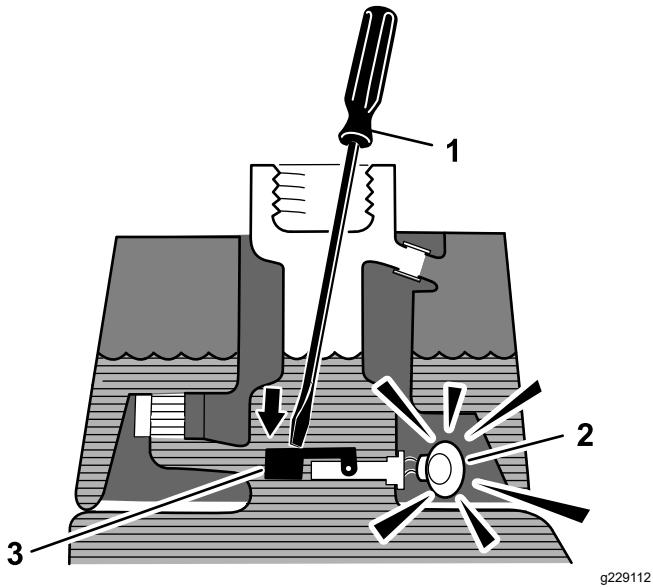

Figura 18
3. Introduzca una varilla o un destornillador limpio en el cuello del depósito y empuje hacia abajo, con cuidado, el flotador del sensor (Figura 18); debe sonar la alarma después de la demora de un segundo.